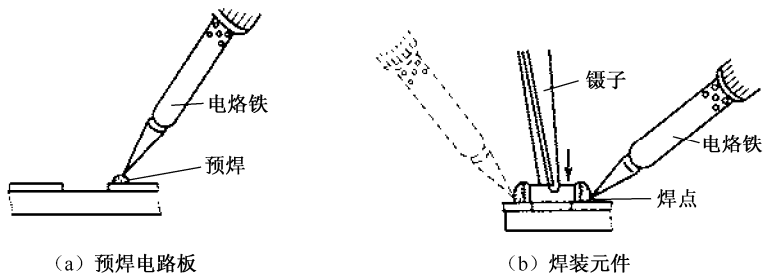

图 1-14 重新安装新元件的方法
4) 重新安装新元件。首先将损坏的元件焊掉，清洁板面和焊点。再将一端焊点烫上一点锡，用镊子夹住元件，分别将两端焊点焊好，如图 1-14 所示。